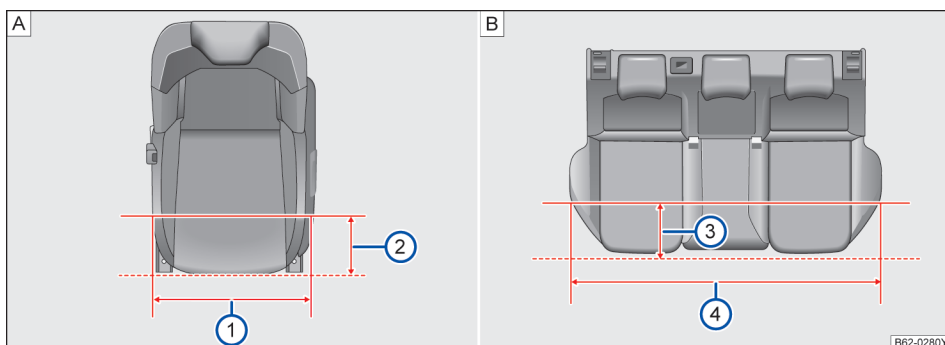

图 64 座椅座宽
如图→图 64 A 在距离前排座椅边缘 200mm 时→图 64 A ②，前排座椅座垫宽度为 494.6mm→图 64 A ①。
如图→图 64 B 在距离后排座椅边缘 200mm 时→图 64 B ③，后排座椅座垫宽度为 1241.3mm→图 64 B ④。